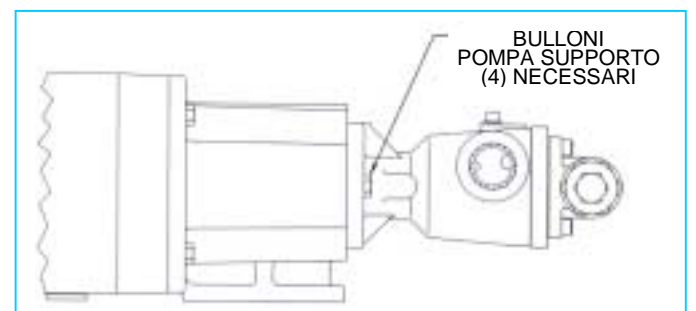

FIGURA 31
5. Terminare il montaggio assicurando la pompa al supporto (**Vedere Figura 31**). Assicurarsi che la corrente alla pompa sia "Chiusa". Controllare che la pompa ruoti liberamente facendo girare le pale della ventola del motore o l'albero del cuscinetto portante.